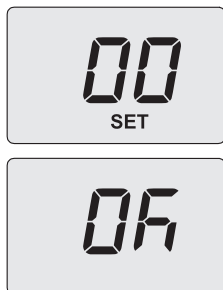

Figura 8.5
Sul display compare la scritta "**SET**" (Figura 8.5).
- Premendo il tasto 14 (Figura 8.2) si ottiene la conferma del valore inserito. Sul display appare per 3 sec. la scritta "**OK**" (Figura 8.5), per poi visualizzare la lista dei parametri.